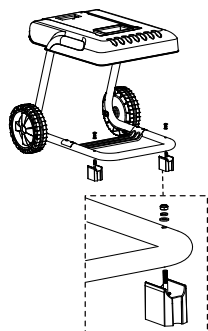

Figura 4
2. Fissare il gruppo dei due piedi (13) al telaio come illustrato nella figura 4.